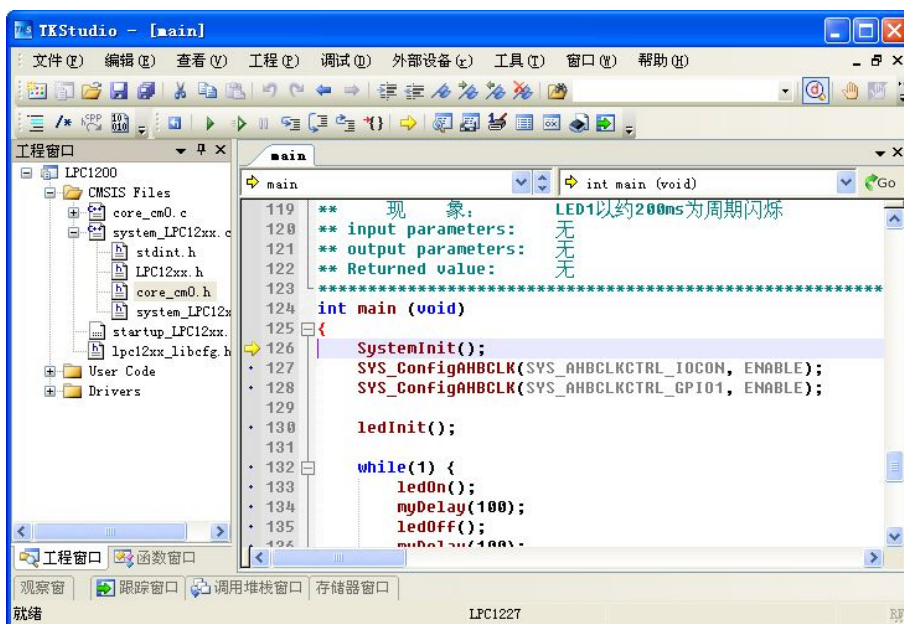

图 3.33 程序进入调试环境后现象
- (3) 进入调试环境后，光标将停止在 main 函数，如图 3.33 所示。